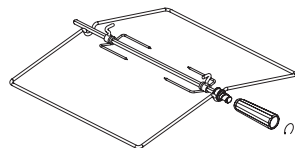
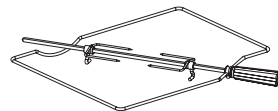

рис. 10
рис. 11
Внимание! Во избежании перегрева и разрушения стеклокерамического стола используйте посуду с ровным дном и размером соответствующим диаметру зоны нагрева. Запрещается использовать посуду с изогнутым дном и диаметром посуды меньше диаметра зоны нагрева. Запрещается устанавливать посуду со смещением относительно зоны нагрева. (рис.10).
■ Плиты комплектуются вертелом со съемной рукояткой (рис.10). В зависимости от комфортности, плиты могут комплектоваться вертелами другого исполнения (рис.11). При установке и извлечении использовать рукоятку, которая накручивается на резьбовую втулку.